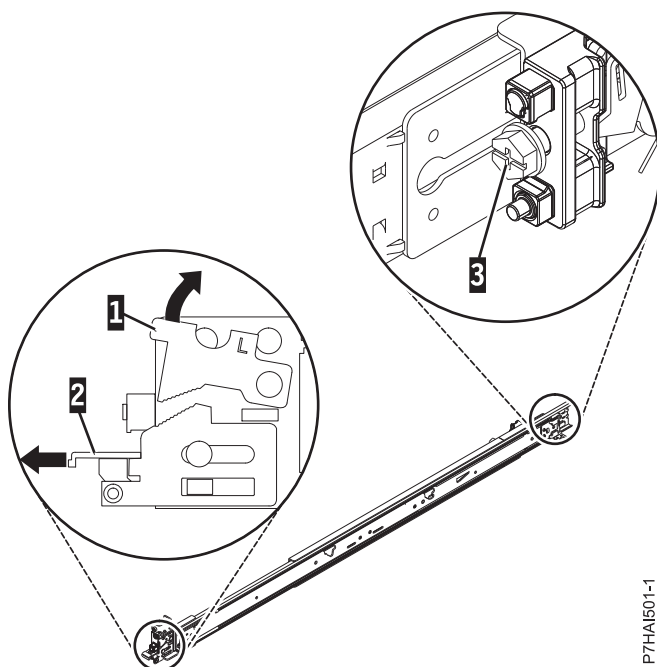

Figura 2. Apertura del pestillo frontal y extracción del tornillo posterior
2. Levante la pestaña de bloqueo frontal (1), y tire del pestillo frontal (2) de la parte frontal del riel. A continuación, extraiga el tornillo de la parte posterior del riel (3). Para conocer detalles, consulte la Figura 2.